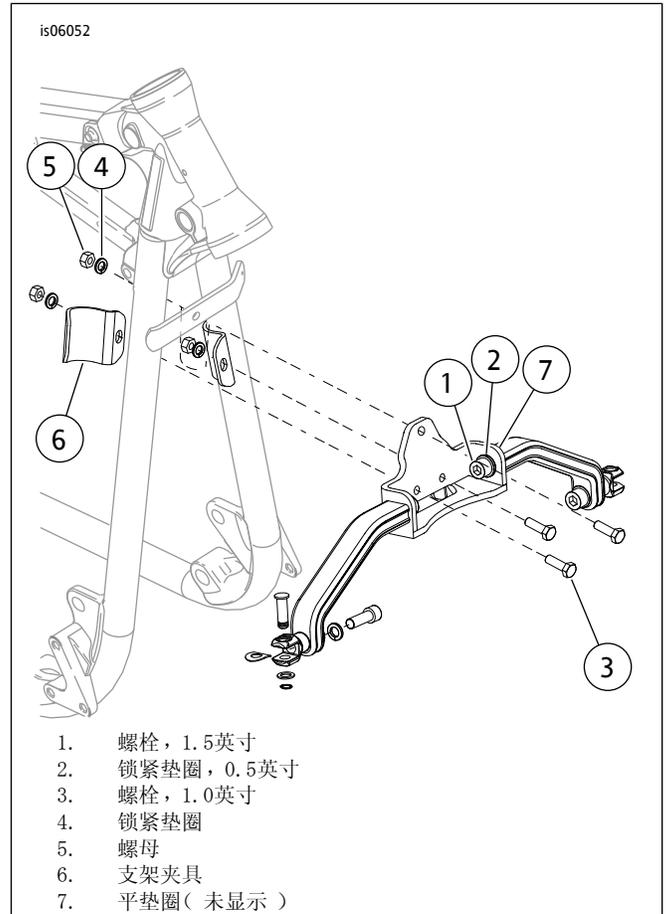

图1。安装安装架
1. 参见图1。使用螺栓(1)、锁紧垫圈(2)和平垫圈(7)(未显示)将臂组装至车架中间支架。用手拧入螺栓。